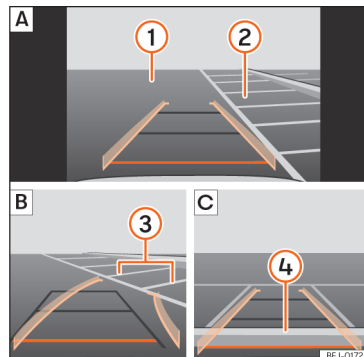

Fig. 156 Visualització a la pantalla del sistema d'Infotainment: aparcar amb l'assistent de marxa enrere.
Llegenda de la » » » **fig. 156:**
- Situeu el vehicle davant de l'espai d'aparcament » » » **fig. 156** 2 **A**.